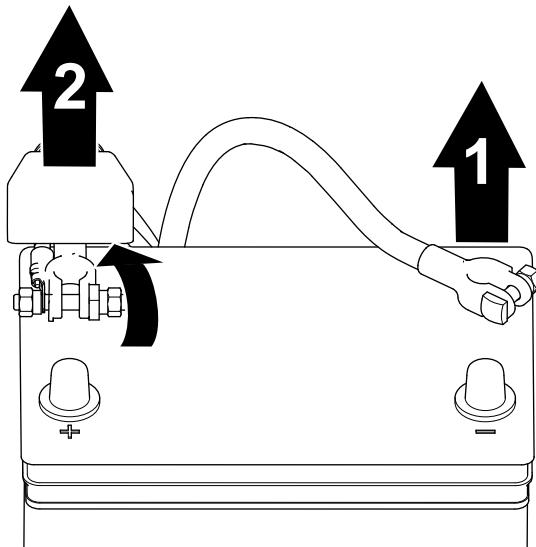

Рисунок 34
1. Отсоедините отрицательный кабель аккумулятора от штыря аккумулятора (Рисунок 34).
2. Снимите изолирующий колпачок и отсоедините положительный кабель аккумулятора от штыря аккумулятора (Рисунок 34).